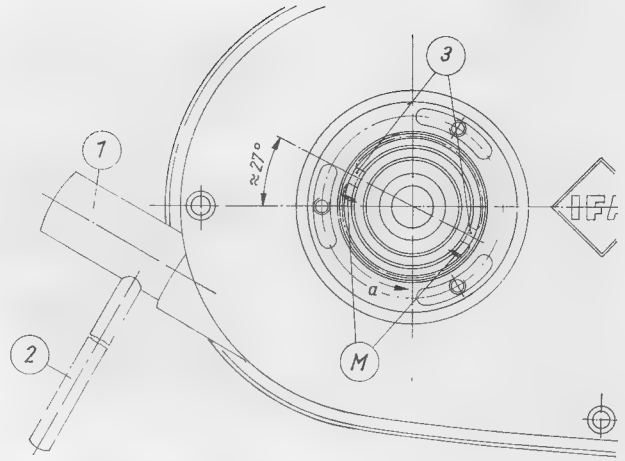

Bild 281. Grobeinstellung der Kupplung
Die Lagerbuchse (17) mit dem Stützlager 6302 der Kurbelwelle (gehalten durch den Sprengring) von außen in den Kupplungsdeckel schieben, die Markierungen (M), siehe Bild 281, müssen unter einem Winkel von 27° nach links oben bzw. rechts unten zeigen. Den Druckhebel (16) danach von innen in die Gewindefschnecke der Lagerbuchse bis zum Anliegen eindrehen und die Zugspindel (19) einhängen.